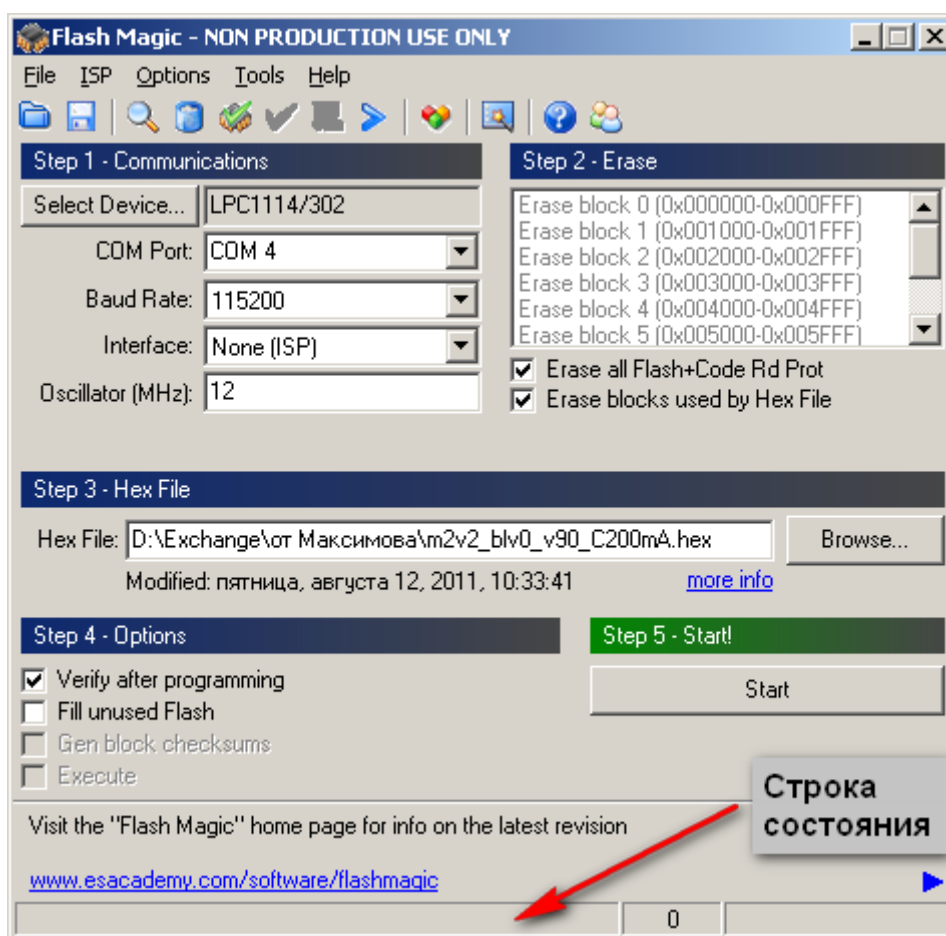

Рисунок 1
2. Запустить программу FlashMagic и установить следующие настройки (см. рисунок 1):
5. Нажать в окне FlashMagic кнопку Start (см. рисунок 1). После окончания программирования в строке состояния отобразится надпись Finished и количество удачно запрограммированных плат должно увеличиться на единицу.